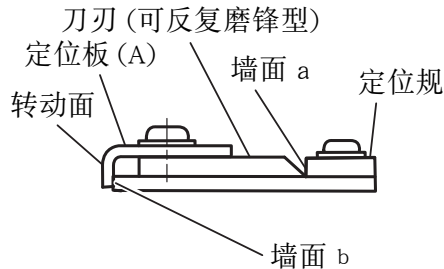

图 25
(1) 松开固定刀刃和定位板(A)的 2 颗螺钉。
(2) 请一面将刀刃缘调至定位规的墙面 a，一面将定位板(A)的转动面按至墙面 b。然后，拧紧 2 颗螺钉固定之(见第9页的图 17, 图 25)。